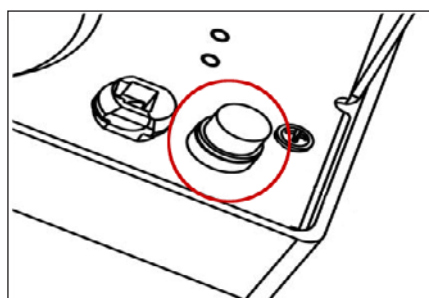

Рис. 2
14. Внешний предохранитель, доступный снаружи без необходимости открывать корпус (рис. 2)